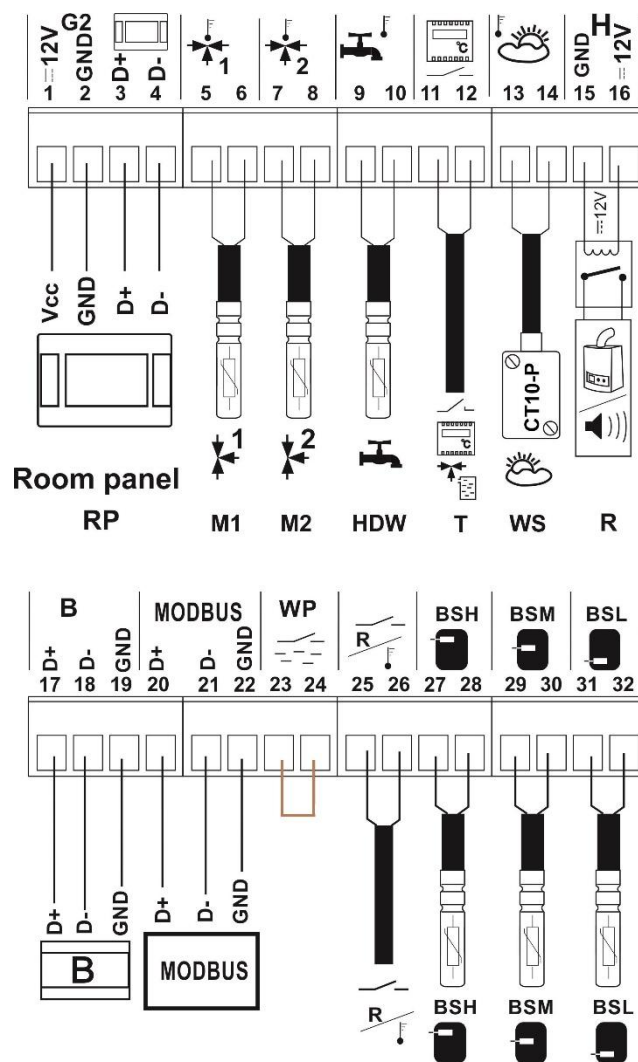

Figura 24. Schema elettrico di collegamento delle sonde e del pannello ambiente
Collegare la sonda esterna corrispondente ai morsetti indicati nel quadro elettrico (vedi figura 24) e posizionare l'elemento di misura nel punto desiderato dell'impianto di riscaldamento. Il cavo della sonda non deve entrare in contatto con superfici calde della caldaia o dell'impianto, e deve essere fissato in modo sicuro per evitare strappi.
Il collegamento avviene mediante un cavo con sezione minima di 0,5 mm² e lunghezza massima di 25 m. La polarità dei conduttori non è rilevante. L'estremità libera del cavo va collegata ai morsetti 13-14 (vedi figura 24) sul lato sinistro del quadro del regolatore.
- Collegare la sonda di temperatura del MIXER sul lato sinistro del quadro del regolatore (vedi figura 24).
Collega il termostato ai morsetti 11-12 (figura 24) sulla parete sinistra del quadro di controllo del regolatore. Dopo l’installazione, è necessario abilitare il termostato ambiente per il controllo dei circuiti di riscaldamento miscelati nel menu: